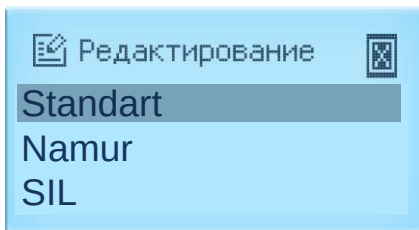

Рисунок 2.16 – Пример экрана «Редактирование»
2.5.4.2 Выбор значения параметра из списка возможных (рисунок 2.16) осуществляется с помощью кнопок управления ЭЛЕМЕР-РЭМ-2: